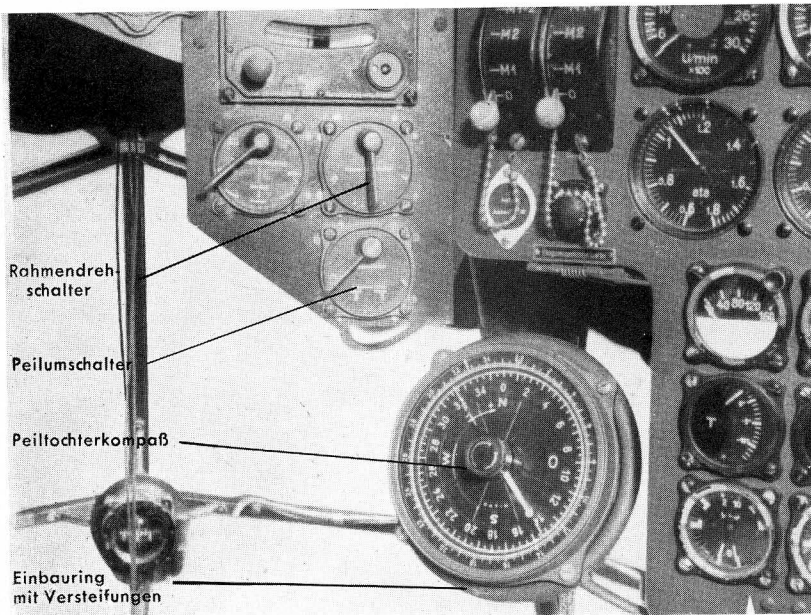

Abb. 8: Einbau des Funkpeiltochterkompasses und der Bedienschalter
4. Peiltochter PKT/p 2 (Abb. 8).